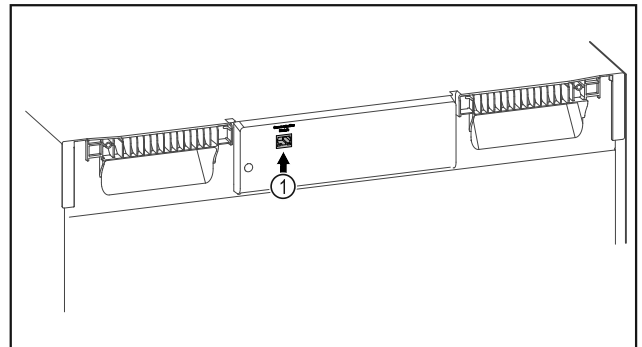

Fig. 140
- Je používán SmartModule Fig. 140 (1).